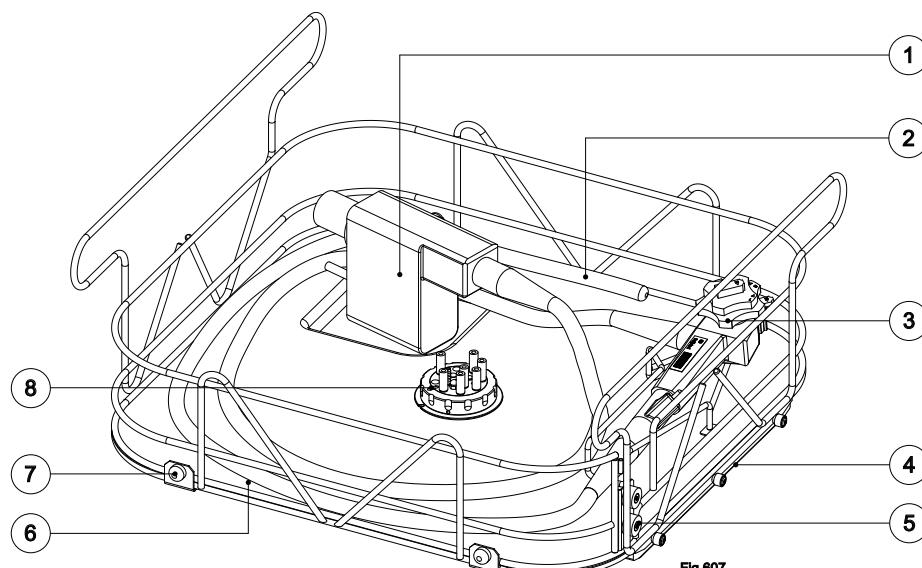

Fig 607
► Versorgungsteil (Fig. 607 Pos.1) in die Vertiefung des Endowagen einlegen